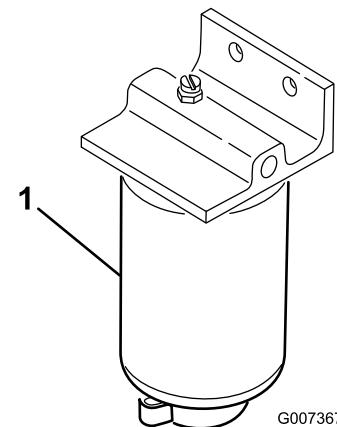

Figura 55
1. Coloque um recipiente limpo debaixo do filtro de combustível(Figura 55).